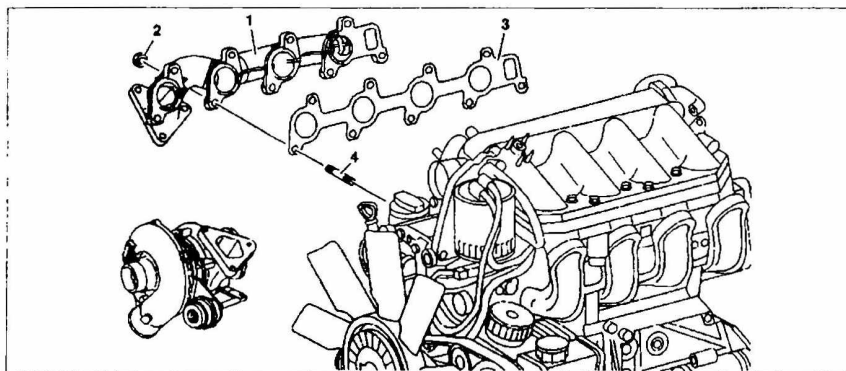

Рис. 43. Снятие и установка выпускного коллектора: 1 – Выпускной коллектор; 2 – Гайка; 3 – Прокладка; 4 – Шпилька.
2. Открутите гайки 2 крепления выпускного коллектора 1 и снимите его (рис. 43).